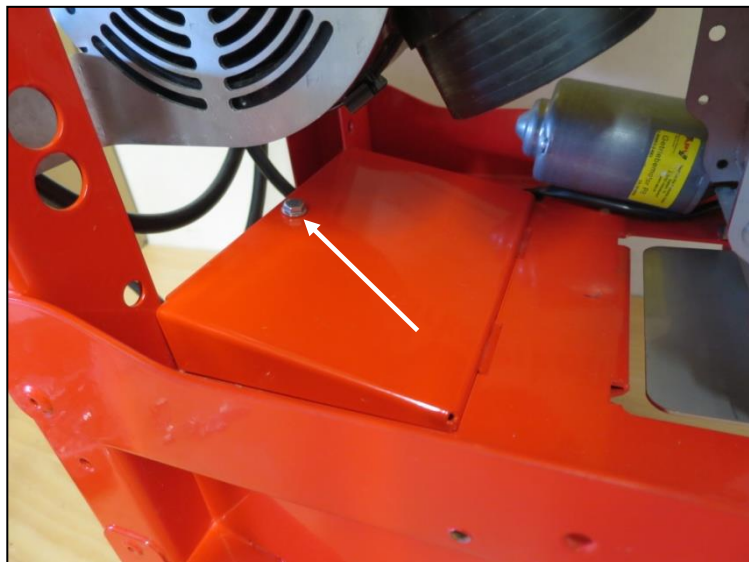

Abb.: 44
- Anschließend lösen Sie die auf Abb.: 44 gekennzeichnete Schraube und nehmen Sie den Deckel ab um an die Anschlüsse des Multidosierers zu gelangen.